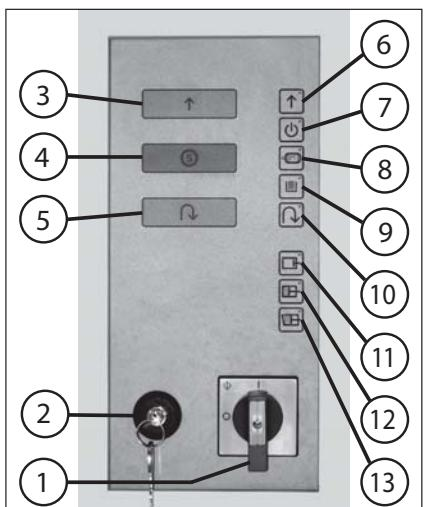

Fig. 6
2. Desbloquear o interruptor de bloqueio (2), e acionar o botão de pressão "Marcha de avanço do mecanismo de corte" (3) (fig. 6).
UTILIZAÇÃO DA TRITURADORA (fig. 6):
ELEMENTOS DE MANEJO (fig. 6, 7 e 8):
- 1 = Interruptor principal (emergência-desligação) (fig. 6) Comesteinterruptoréligadaresp.desligada (posição "1", resp. "0") toda a instalação.
- 2 = Interruptor de bloqueio (fig. 6) A instalação pode ser fechada (girar a chave para a esquerda) comesteinterruptor, sendo assim protegida contra uma utilização não autorizada.
"Marcha de avanço do mecanismo de corte" (fig. 6) O mecanismo de corte e a fita de transporte da trituradora avançam ao acionar este botão, e a máquina pode ser carregada.
"Paragem do mecanismo de corte" (fig. 6) Ao acionar este botão é desligada a trituradora, e o mecanismo de corte com a fita de transporte pára-se.
"Retrocesso do mecanismo de corte" (fig. 6) O mecanismo de corte e a fita de transporte retrocedem ao acionar este botão.
"Marcha de avanço do mecanismo de corte" (fig. 6) a) Está acesa quando o mecanismo de corte e a fita de transporte avançam.
"Pronto para entrar em serviço" (fig. 6) Piscá quando a máquina está pronta para entrar em serviço.
"Avaria do motor" (fig. 6) Piscá quando o motor da trituradora ou do compressor não responde ao comando de controlo.
"Retenção na saída" (fig. 6) Piscá quando a câmara cima da fita de transporte traseira está cheia completamente com material a triturar por causa de um retardo na abertura de enchimento do compressor, e que a instalação foi desligada pela tampa levantada (27).
"Retrocesso do mecanismo de corte" (fig. 6) Piscá quando o mecanismo de corte com a fita de transporte retrocede.
"Punção atrás" (fig. 6) Piscá quando o punção de pressão (32) não se encontra na posição de base.
"Fardo acabado" (fig. 6) Piscá quando o volume do fardo é atingido, e quando o fardo tem que ser atado e expulsado.
"Válvula aberta" (fig. 6) Piscá quando a válvula de enchimento (30) ou a válvula de extracção (31) está aberta.
"Atritador" (fig. 6) Piscá quando a máquina está em funcionamento.
"Punção para trás" (fig. 6) Piscá quando o punção de pressão (32) não se encontra na posição de base.